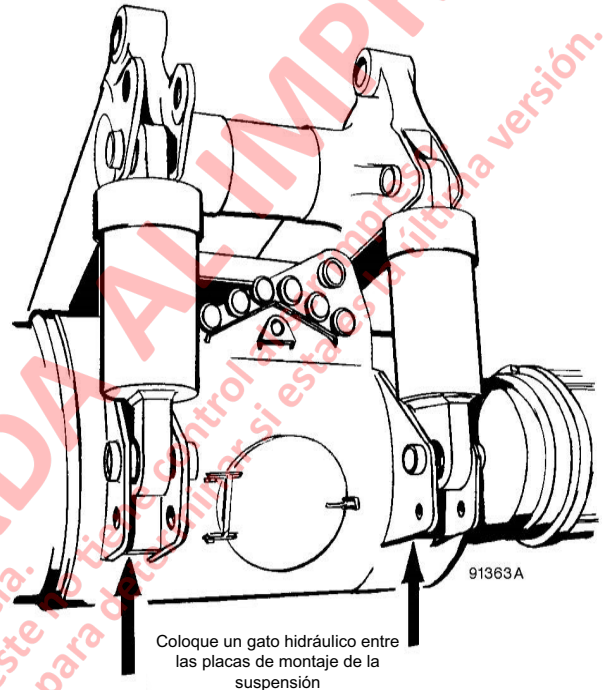

FIGURA 2-5. UBICACIÓN DEL GATO HIDRÁULICO EN EL EJE TRASERO
1. Estacione el camión en una superficie plana y firme, luego bloquee las ruedas delanteras. Coloque un gato hidráulico bajo las placas de montaje de la suspensión trasera como se muestra en la Figura 2-5.